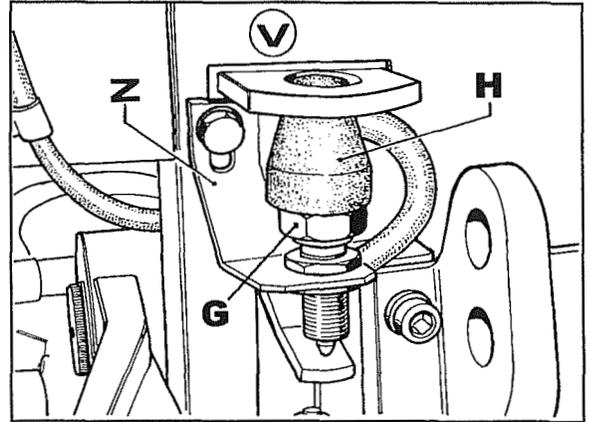

Fig. 36
4. Volver a montar la protección **V** fig.36 oportunamente cortada para permitir el montaje y el movimiento durante el trabajo del interruptor y del relativo varillaje (ver fig.36).
Montar el soporte interruptor **Z** y el interruptor **G** con el cableo **H** fig.36, prestando atención de conectar los cables a los conectores que poseen lengüetas plásticas. Insertar el cableo de la derecha del interruptor bajo el soporte del asiento, luego llegar a la caja soporte mando elevación/descenso.